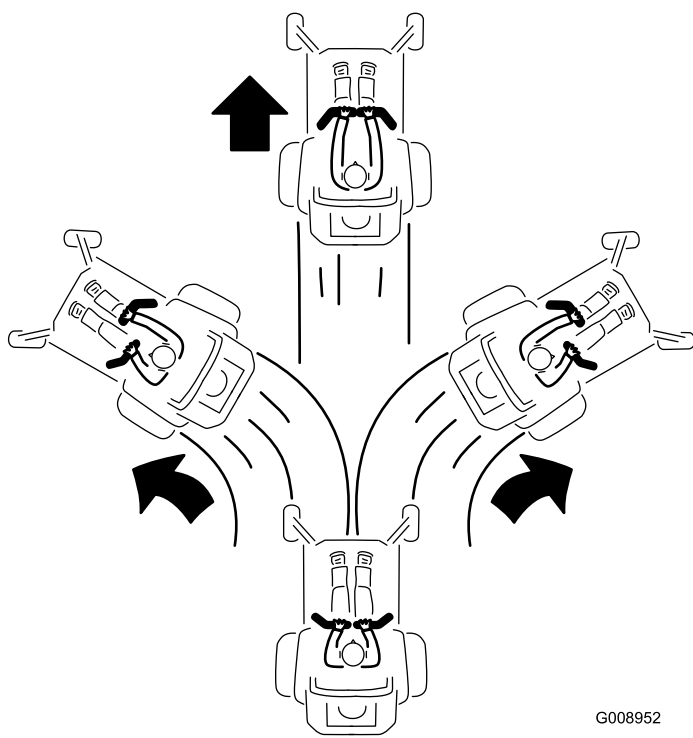

図 22
3. 前進するには、左右の走行コントロールレバーをゆっくりと前へ押し出す（図 22）。